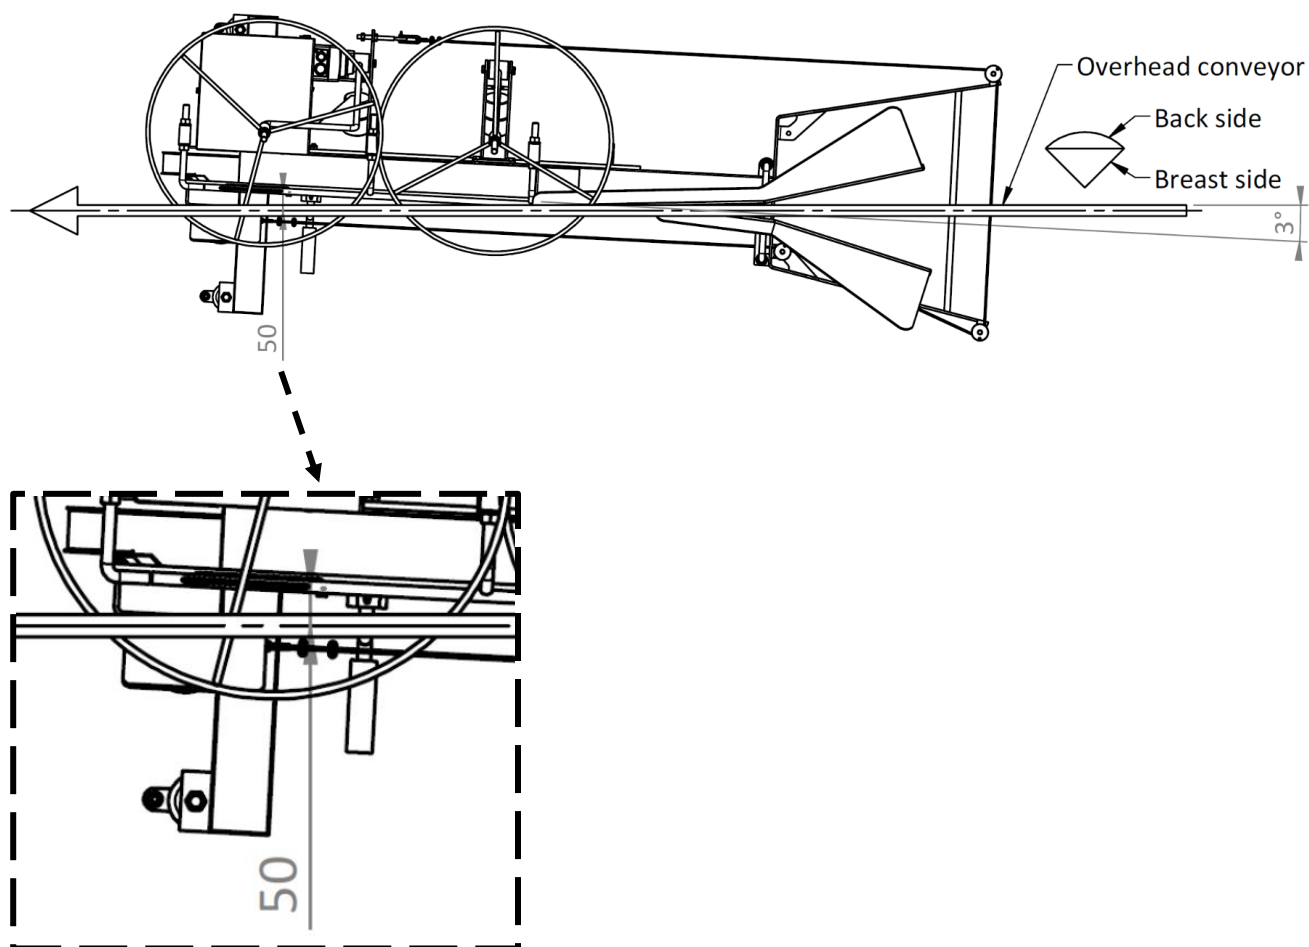

Figura 14. Colocación en relación con la transportadora aérea
3. Coloque la máquina de acuerdo con el plano del proyecto en un ángulo en relación con la transportadora aérea. Como punto de partida para un mayor ajuste, se recomienda un ángulo de 3° en relación con la transportadora aérea. Consulte la *Figura 14*.